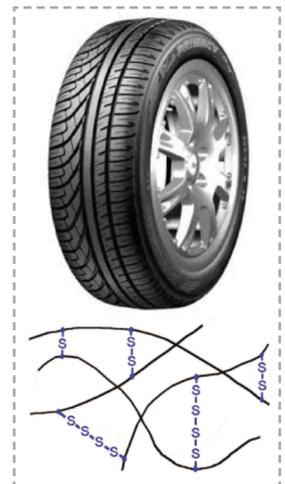

Figure 6
4. le soufre va constituer les attaches entre les chaînes des polymères et réagir avec le cuivre pour donner du CuS_2 qui va bien lier le caoutchouc à l'armature métallique (Fig. 6) ;